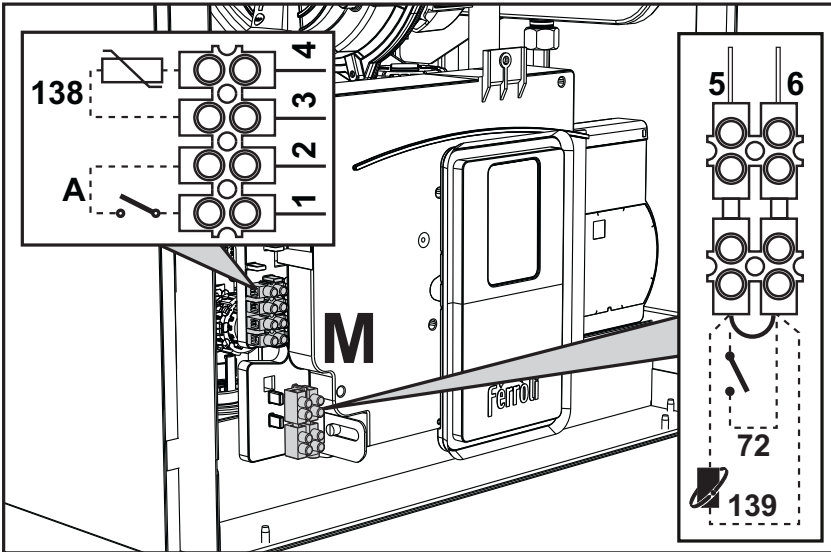

fig. 29
Después de quitar el panel frontal ("Apertura del panel frontal" en la pág. 101) es posible acceder a las borneras (M) y al fusible (F) como se indica a continuación (fig. 29). **Los bornes indicados en la fig. 29 deben tener contactos secos (no 230 V).** La posición de los bornes para las diferentes conexiones también se ilustra en el esquema eléctrico de la fig. 66.
Configuración del interruptor ON/OFF (A. fig. 29)